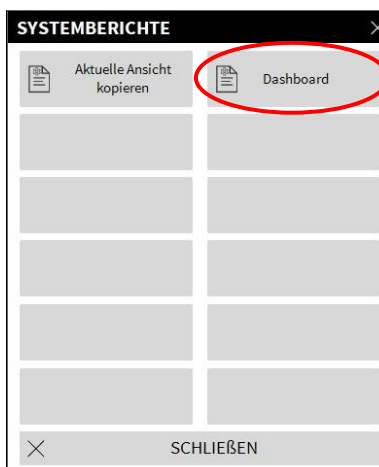

Abb. 33
- Klicken Sie auf die Schaltfläche **Systemberichte** (Abb. 32). Ein anderes Menü wird angezeigt: (Abb. 33).
- Klicken Sie auf die Schaltfläche **Dashboard** (Abb. 33).